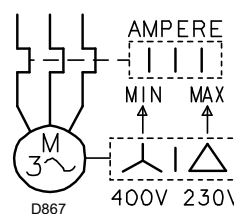
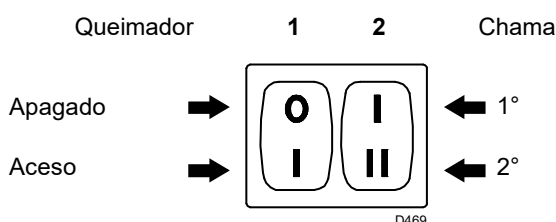
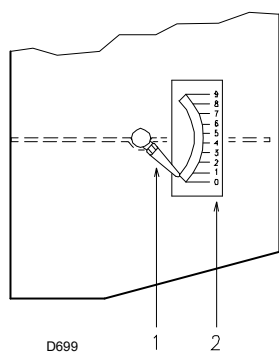

Fig. 22
Fig. 23
Fig. 24
- Quando o gasóleo sai pelo parafuso 3), indica que a bomba está alimentada. Parar imediatamente o queimador: interruptor 1)(Fig. 22 pag. 21) na posição "DESLIGADO" e aparafusar o parafuso 3).
Colocar o interruptor 1)(Fig. 22) na posição “ACESO”.
Manter o queimador funcionando na 1ª chama, colocando o interruptor 2)(Fig. 22) na posição 1ª chama. A abertura do registo 6)(Fig. 24) deve ser proporcional à da boquilha escolhida: o índice 1)(Fig. 23) deve corresponder com o número da posição 2)(Fig. 23) indicado na tabela (Tab. E). A regulação faz-se rodando o hexágono 2)(Fig. 24):
posição 2,3 (Fig. 23) em correspondência com o índice 1).
À regulação efectuada bloquear o hexágono 2)(Fig. 24) com o aro 1).
N° = Posição 2)(Fig. 23)
Colocar o interruptor 2)(Fig. 22 pag. 21) na posição 2ª chama e regular o registo 6)(Fig. 24) actuando sobre o hexágono 4)(Fig. 24), depois de se ter aliviado o aro 3)(Fig. 24).
para facilitar a regulação dos hexágonos 2) e 4)(Fig. 24), uti-